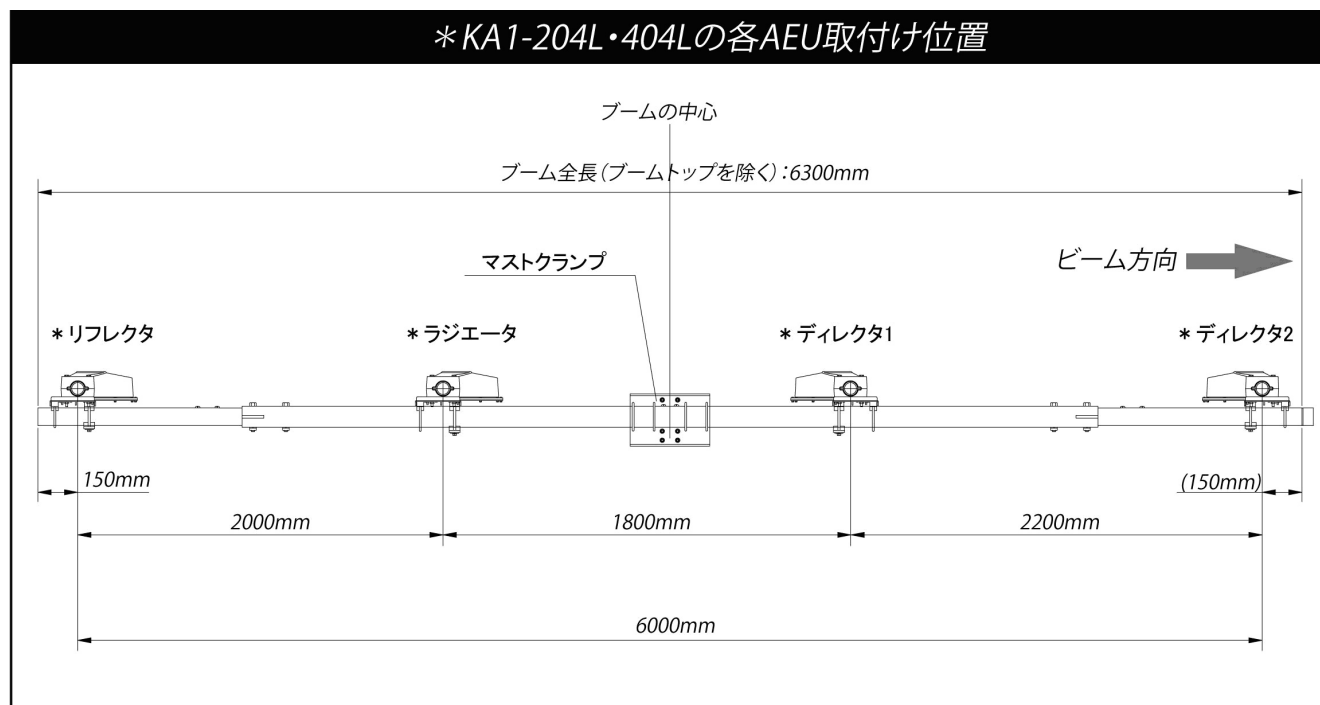

図2
[図2参照]
- ・「図2」に明記されているAEU取付け位置寸法値は、ブームの両端を基準にして指示されています。